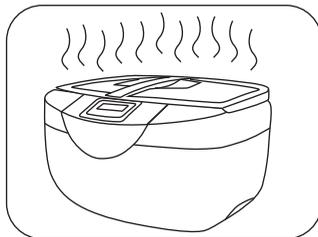

Fig. 17
- Este equipamento é provido de proteção contra superaquecimento (Fig. 17). É recomendado aguardar cerca de 15 minutos ao realizar 3 ciclos longos consecutivos (3 ciclos de 480s, ou seja, 24 min.) para prolongar a vida útil da cuba de ultra-som;